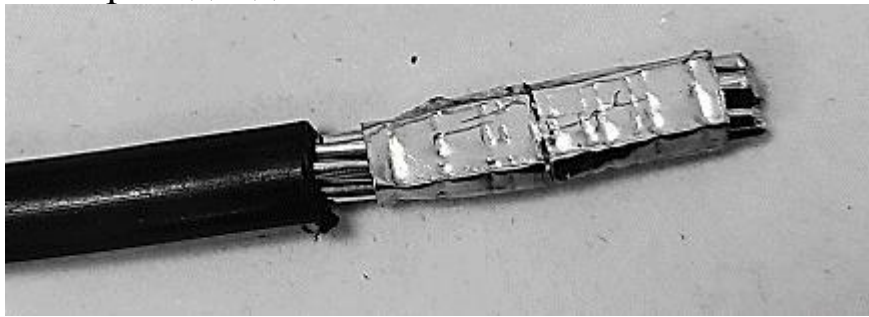

Рисунок 24 - Пример обжатия многожильного провода
4.3.4 Конец многожильного провода обжать наконечником (рисунок 24), рекомендуемая форма обжатия – квадрат или прямоугольник, рекомендуемый инструмент для обжатия - кримпер. Максимально допустимое сечение токоведущей части провода: до 25 мм².